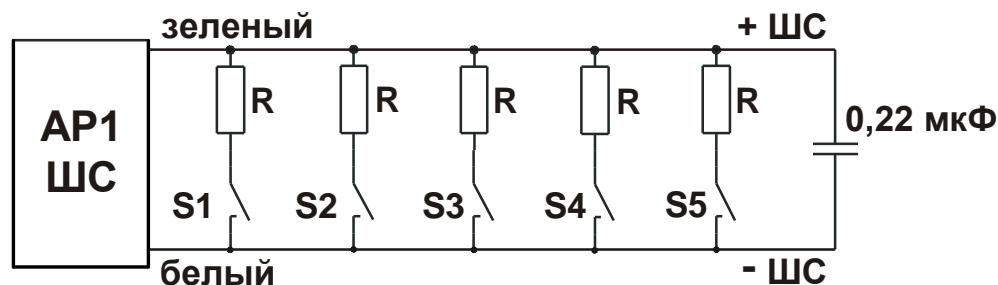

Рис. 3 Схема. 1 Подключение извещателей
- Подключаемые извещатели выдают тревожное извещение (“Пожар”, “Тревога” и т.д.) при сработке одного любого из подключенных к безадресному ШС – см. Рис. 3 Схема. 1 Подключение извещателей, Табл. 5;
- Подключаемые извещатели выдают тревожное извещение “Пожар 1” («Тревога 1») при сработке одного извещателя, и “Пожар 2” (“Тревога 2”) при сработке двух извещателей, подключенных к безадресному ШС – см. Рис. 3 Схема. 1 Подключение извещателей, Табл. 5.
При необходимости проведения проверки изделий до монтажа, необходимо подключить AP1 к адресному шлейфу контроллера в режиме «кольцо», на шлейф подключить тестовые извещатели по схеме Рис. 3 Схема. 1 (Табл. 5), затем проверить: